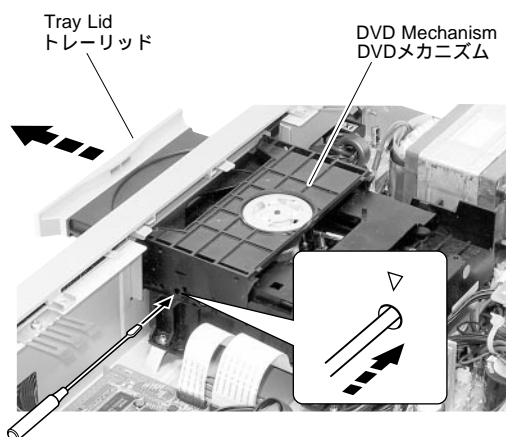

Fig. 1-1
- Insert a stick or the like into the hole in the right side of the DVD mechanism and push the lever to take out the tray. (Fig. 1-1)
- DVD メカ右横の孔から棒状のものを差し込み、レバーを押して、トレーを出します。( Fig. 1-1 )
- リッドを外します。( Fig. 1-1 )